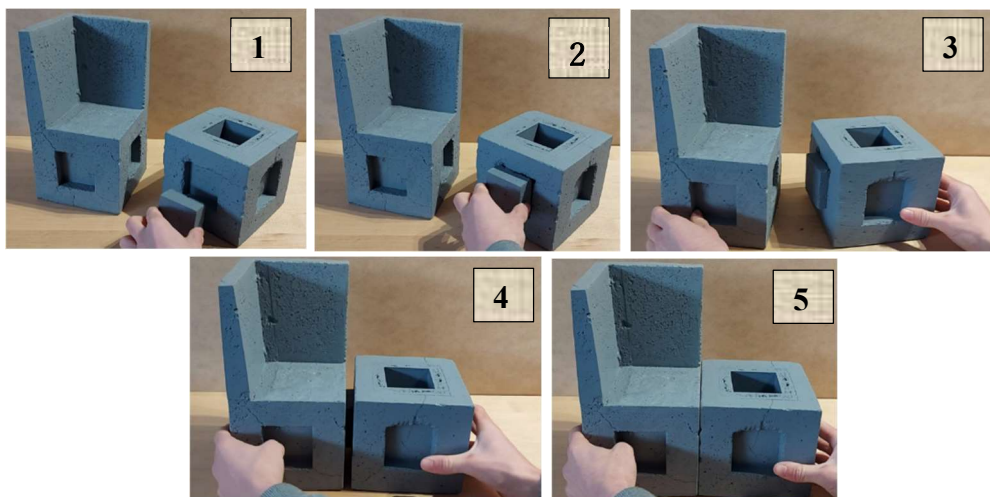

Figure 5 : Étapes à suivre pour l'assemblage
- 5) Commencez par visser un morceau 3B à l'extrémité interne d'un morceau 3A. Fiez-vous à la figure 5.